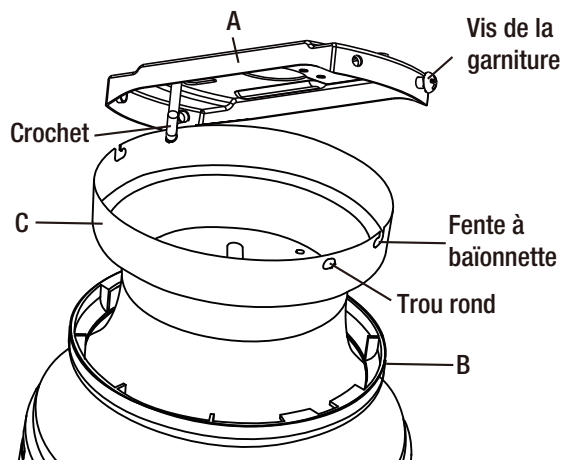

Figure 5
- Placer l'anneau de la garniture (B) à travers le haut de la garniture du plafond (C).
- Avant d'effectuer les connexions électriques, insérer le crochet situé sur la plaque de montage (A) (figure 5) dans l'un des trous de vis se trouvant à la partie supérieure de la garniture de plafond.